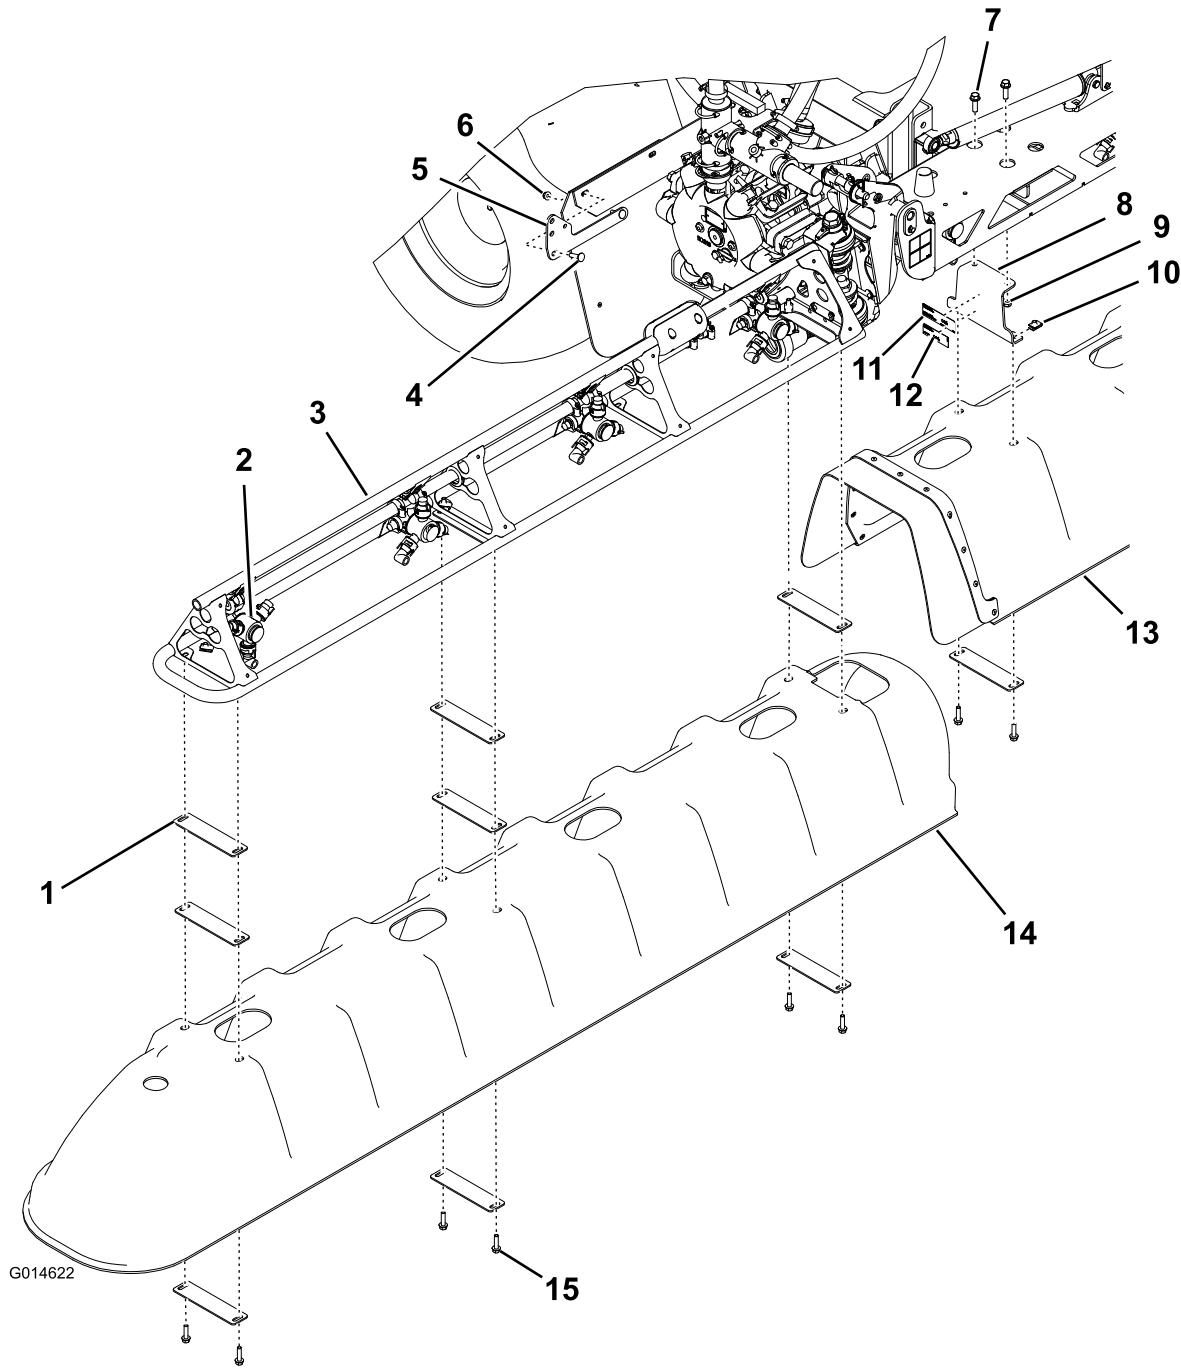

図 1
1. 中央ブーム・ブラケットのひとつに、銘板デカルと規制関係デカルを、図 1 のように取り付ける。
2. 中央ブラケット（2個）を、図1のように取り付ける；六角ヘッドねじ（3/8 x 1-1/4インチ）2本とフランジ・ナット（3/8インチ）2個を使用する。
3. 中央ブーム・ブラケットに中央カバー・アセンブリを図1のように取り付ける；Uナット4個、ワッシャ・プレート2枚、六角ヘッドねじ（5/16 x 1-1/4インチ）4本を使用する。
2. ウイング・ブーム・カバー（図1）のひとつを取り付ける；ワッシャ・プレート8枚、六角ヘッドねじ（5/16 x 1-1/4インチ）6本、Uナット6個を使用する。